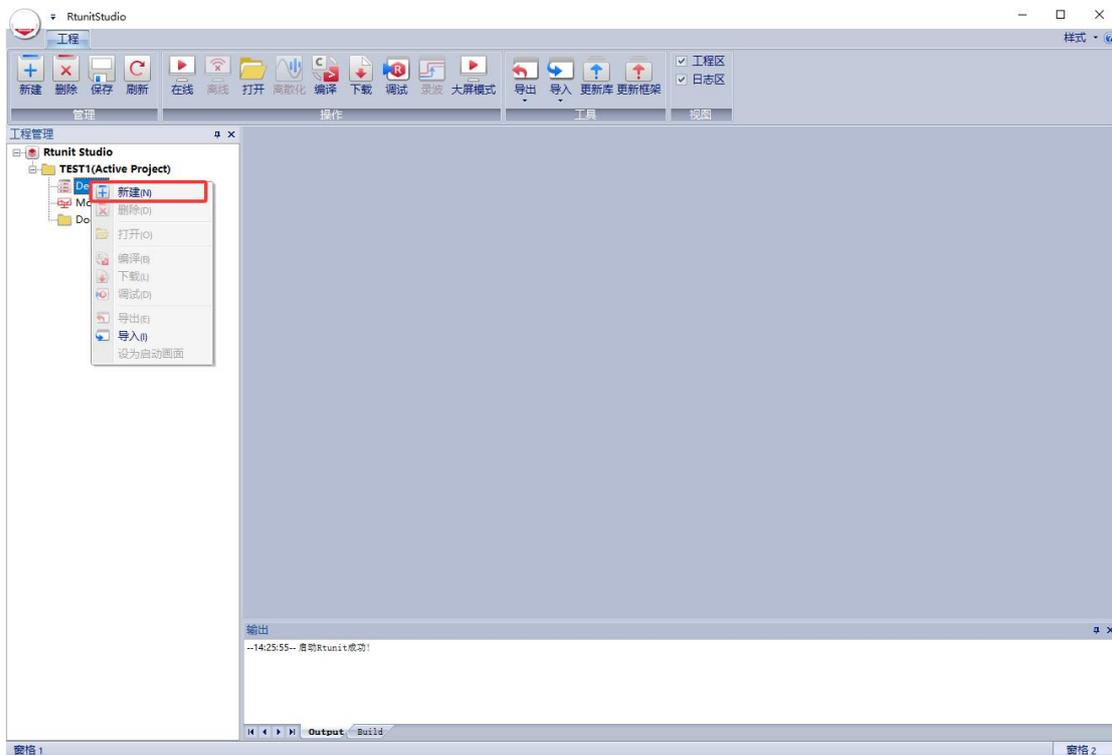

图 4.4 创建 Logic 模型 2
2、右键点击 Device，新建一个设备工程，填入工程名称、设备类型以及 IP 地址相关信息，如图 4.4 所示；